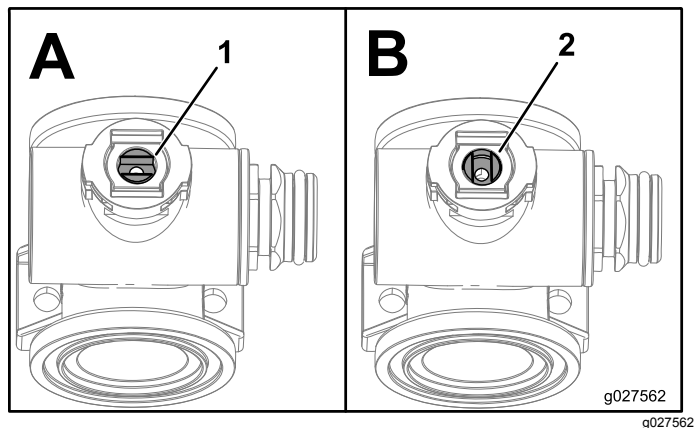

Рисунок 111
1. Расположите шток клапана таким образом, чтобы он был в закрытом положении (Рисунок 111 В).
3. Поверните шток клапана таким образом, чтобы шарик был в положении ОТКРЫТО (Рисунок 111 А).
7. Расположите шток клапана в сборе таким образом, чтобы клапан был закрыт (Рисунок 111).